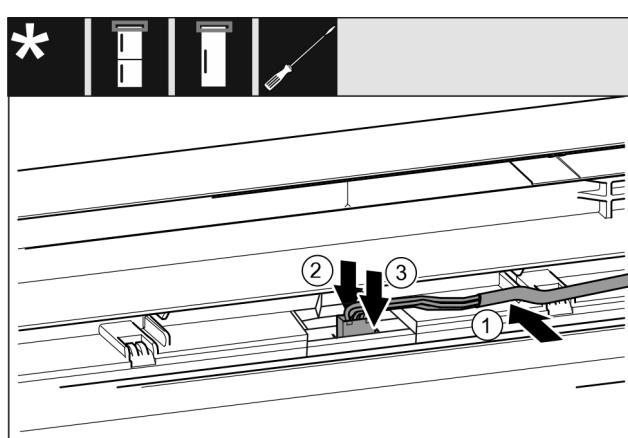

Fig. 44
- ▶ 将灰色电缆置入上方冰箱门的导向装置。Fig. 44 (1)
- ▶ 向后按住止动凸缘 Fig. 44 (2)
- ▶ 插入插头。Fig. 44 (3)